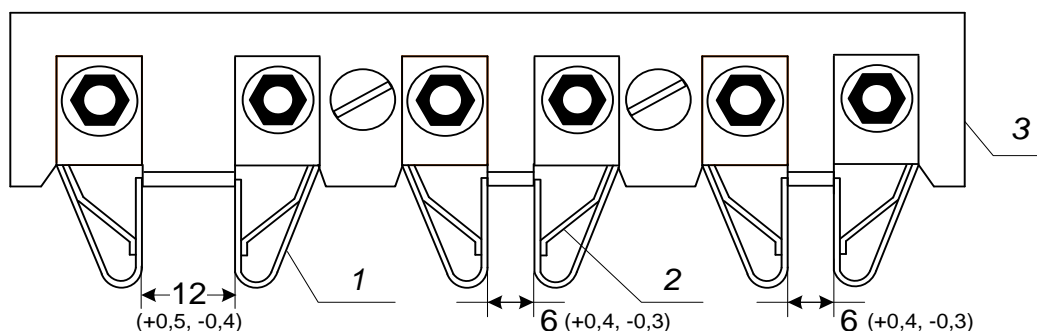

Рисунок 1. Контактная колодка: 1 - контактная пружина; 2 - упорная пружина; 3 – основание контактной колодки.
7.5.2 Проверить (рис. 1):
- поворачивать ключ с приложением легкого усилия, одновременно перемещая его по профилю пружины, до момента касания упорной пружины контактной пружины (при регулировке правых пружин (см. рис.1) вращение производится по часовой стрелке, а при регулировке левых пружин – против часовой стрелки);